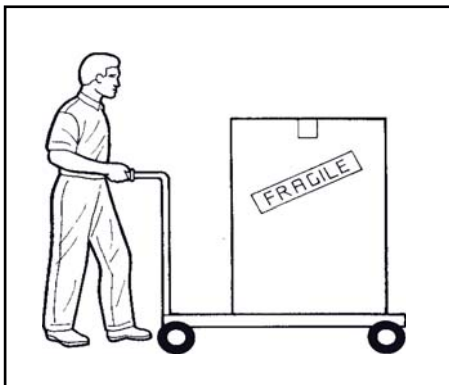

Fig. 2
• Vor der Inbetriebnahme des Backofens müssen Sie prüfen, ob die Daten des örtlichen Stromnetzes mit den technischen Angaben auf dem Typenschild (Abb.2), das sich an der Rückseite des Ofens befindet, übereinstimmen.